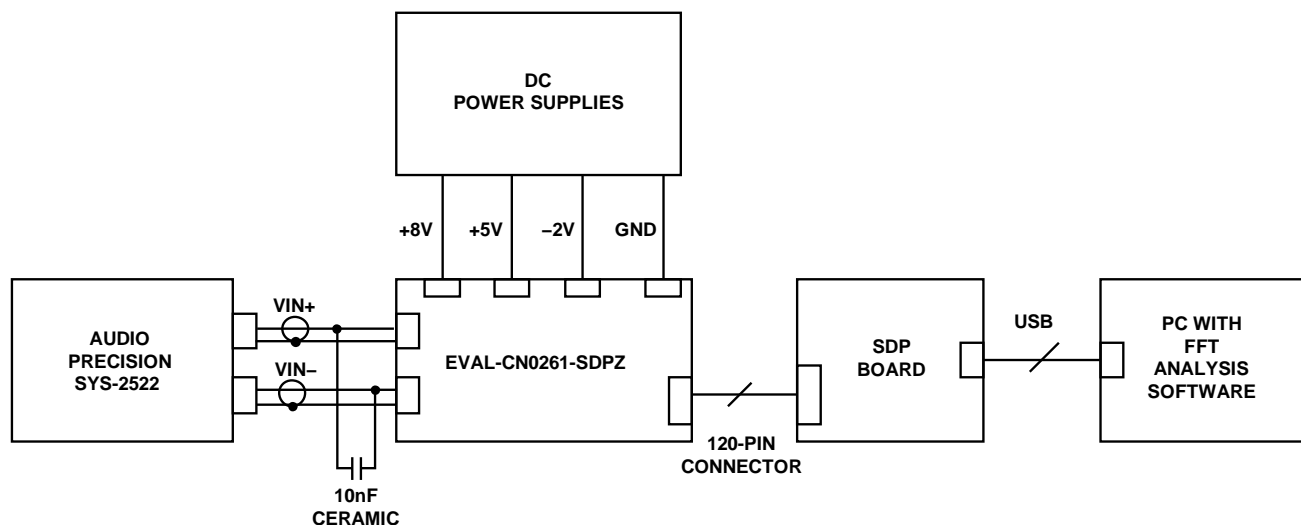

图4. 用于测量交流性能的测试设置
- 外部10 nF陶瓷滤波器电容, 如图4所示
交流性能测量设置的框图如图4所示。EVAL-CN0261-SDPZ板由台式电源驱动, 如图所示。欲查看该评估板的完整文档, 请参见www.analog.com/CN0261DesignSupport。